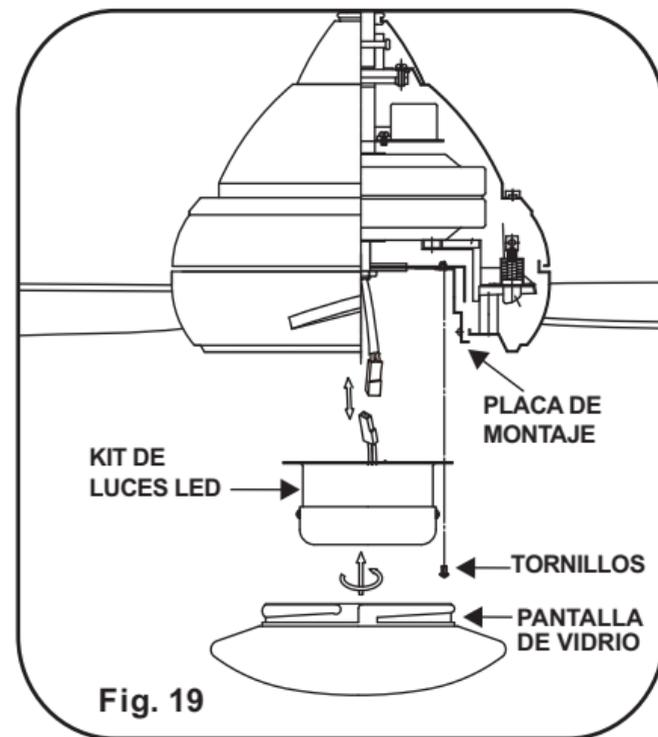

Fig. 19
3. Coloca los orificios tipo ojo de cerradura en el kit de luces LED sobre los 2 tornillos previamente aflojados de la placa de montaje, gira la placa del luces LED hasta que caiga en su lugar en la parte estrecha de los orificios tipo ojo de cerradura. Asegúrala apretando los 2 tornillos de montaje del kit de luces previamente aflojados y el que se quitó previamente. (Fig. 19)
4. Coloque la pantalla de vidrio (o cubierta de metal opcional) contra el placa de montaje y girelo en sentido de las manecillas del reloj hasta que quede firme y seguro. No lo sobre apriete. (Fig. 19)